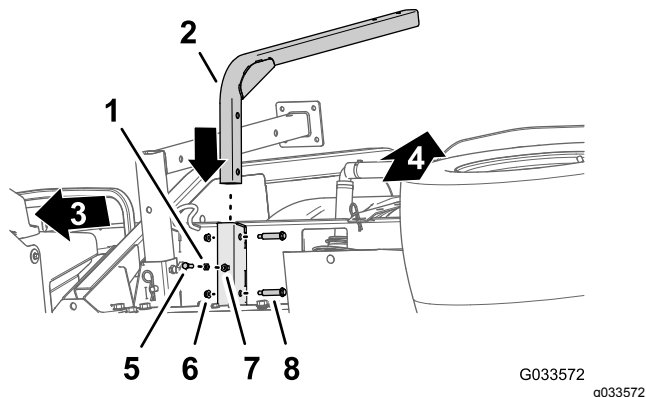

Figura 46
1. Allineate il tubo di supporto del serbatoio dell'acqua dolce con il canale di supporto del serbatoio (Figura 46).
2. Allineate i fori nel tubo di supporto con i fori nel canale (Figura 46).
3. Fissate il tubo al canale (Figura 46) con i 2 bulloni di spallamento (1/2" x 1-15/16") e i 2 dadi di bloccaggio flangiati (5/16").
5. Avvitate il controdado (5/16") nel bullone (5/16" x 1") come illustrato nella (Figura 46).
6. Avvitate il bullone (5/16" x 1") e il controdado nel dado saldato nella parte inferiore del canale di supporto del serbatoio e serrate il bullone e il controdado manualmente (Figura 46).